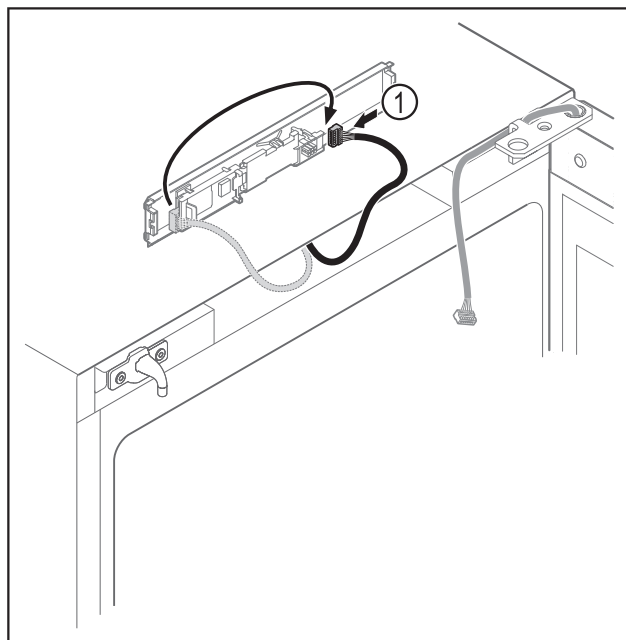

Fig. 5
- Stekker Fig. 5 (1) op printplaat verwisselen.